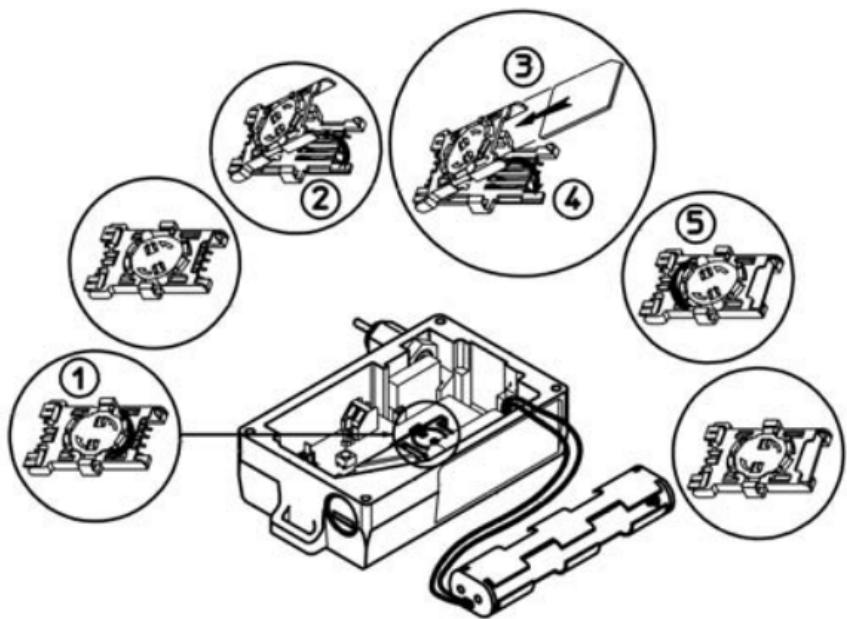

Fig. 4
- b) Inserire la scheda SIM nel porta scheda (vedi Fig. 4 a pag. 7).